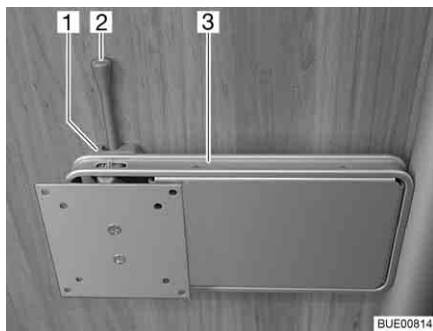

Bild 103 Fäste på pelare
- Tryck låsspaken (Bild 103,2) åt sidan och sväng fästet (Bild 103,3) med den platta bildskärmen till önskat läge.
- Vrid tillbaka den platta bildskärmen tills fästet (Bild 103,3) hakar fast i låset (Bild 103,1).